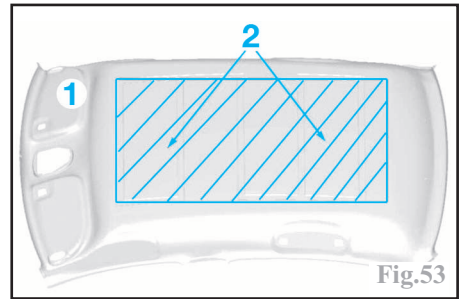

Fig.53
Appliquer une couche de colle néoprène sur la garniture (1) (Fig.53).